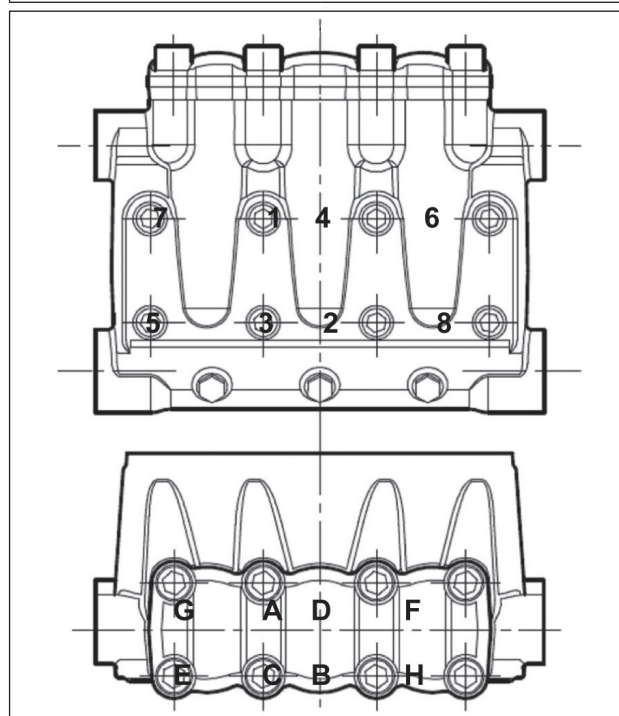

Fig. 34
** Los tornillos de fijación del cabezal pos. dib. desglosado 47 deben ser ajustados utilizando una llave dinamométrica respetando el orden indicado en el esquema de la (Fig. 34).
*** Los tornillos de fijación de la tapa de válvulas pos. dib. desglosado 45 deben ser ajustados utilizando una llave dinamométrica respetando el orden indicado en el esquema de la (Fig. 34).